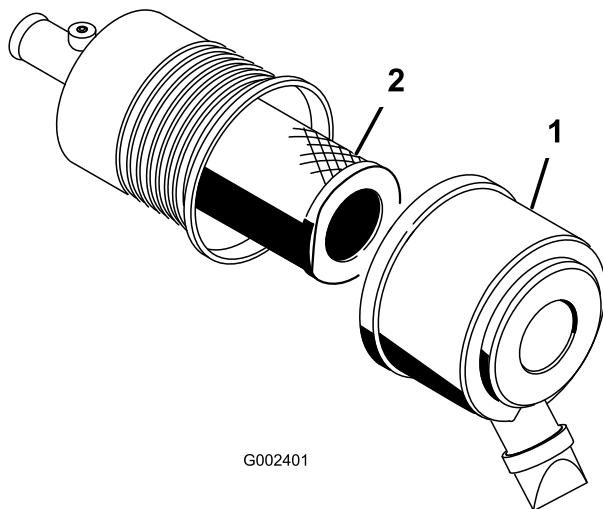

図 42
1. エアクリーナのラッチを外し、ボディからカバーを外す(図42)。
4. 1次フィルタをゆっくり引き抜くようにしてエアクリーナのボディから外す(図42)。
7. 安全フィルタを交換する場合には、十分に注意しながら、フィルタのボディに挿入する(図42)。
8. 1次フィルタをゆっくり押し込むようにして安全フィルタの上から取り付ける(図42)。フィルタの外側リムをしっかりと押させて確実にボディに密着させる。
9. 上下方向を確認してエアクリーナ・カバーを正しく取り付け、ラッチを掛ける(図42)。